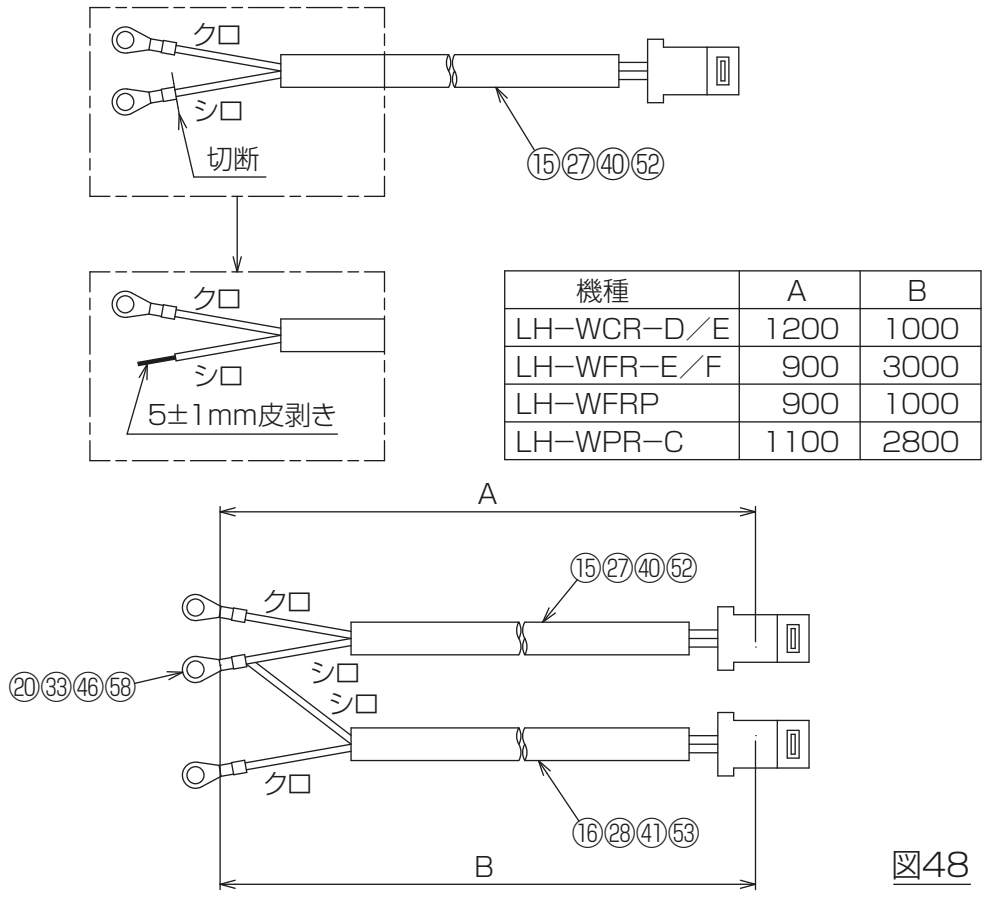

図48
- (6) FCU・小形空調機本体が4管式熱交換器仕様の場合、品番⑮⑳㉑㉒リード線2の白色リード線丸端子部を切断し、5±1mm皮剥き後、品番㉓㉔㉕㉖丸端子にて品番⑰⑱㉒㉓リード線3と接続してください。[図48]